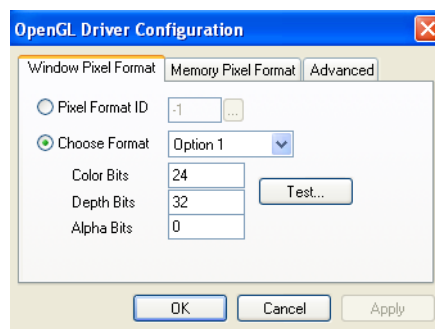

Figure 5-77 : Boîte de dialogue *OpenGL Driver Configuration* (*Configuration du pilote OpenGL*)
4. Dans la boîte de dialogue OpenGL Driver Configuration (Configuration du pilote OpenGL) (figure 5-77), sélectionnez **Pixel Format ID** (Identifiant du format des pixels) et saisissez ce nombre.